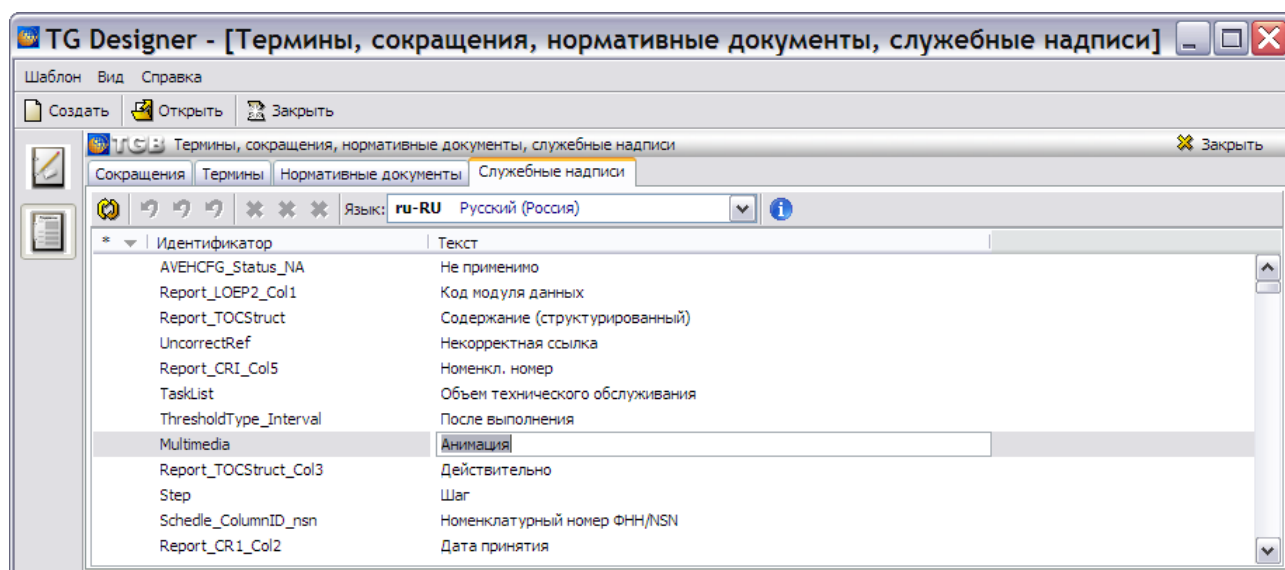

Рис. 3.67
3. Выберите из контекстного меню команду **Редактировать выделенный элемент**. При этом значение в столбце **Текст** станет доступно для редактирования (Рис. 3.67).